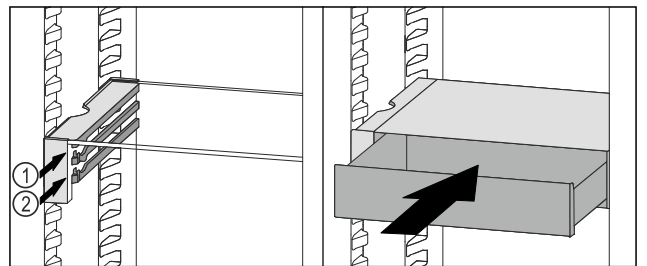

Fig. 134
- ▶ A VarioSafe-fiókot az ütközők mögött helyezze a kívánt bordára a Fig. 134 (1) vagy Fig. 134 (2) szerint.